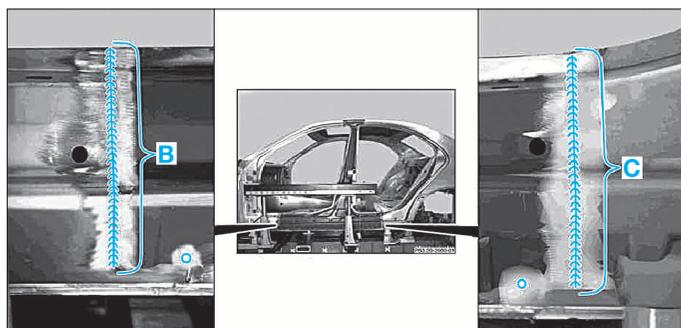

FIG. 71
- Souder en cordon continu sous protection gazeuse le bas de caisse sur la caisse zone (B) et (C) (Fig.71).